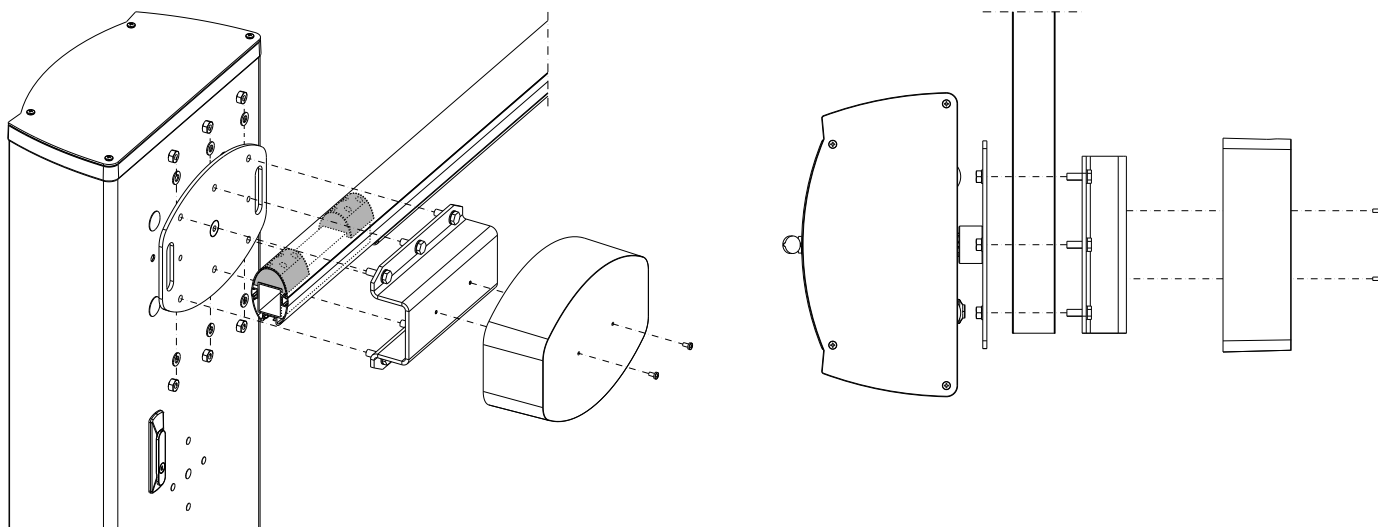

fig. 2
- 2\_ Montare lo spezzone sulla barriera dal lato attacco flangia (fig. A), fissandolo con le viti e i dadi in dotazione, allineandolo alla staffa ad omega come mostrato in fig. 2;
- 2\_ Fit the length onto the barrier on the flange connection side (fig. A0), fixing it with the screws and the nuts supplied, aligning it with the omega bracket as shown in fig. 2;
- 2\_ Montieren Sie das Teilstück von der Seite des Flansch-Anschlusses (Abb. A), befestigen Sie es mit den mitgelieferten Schrauben und Mutter und richten Sie den Omega-Bügel wie auf Abb. 2 gezeigt aus.
- 2\_ Monter le tronçon sur la barrière du côté du raccord bride (fig. A), en le fixant avec les vis et les écrous fournis, en alignant à la bride oméga comme sur la fig. 2;
- 2\_ Monte la sección en la barrera del lado de enganche brida (fig. A), fijándola con los tornillos y tuercas entregados de serie, alineándola con el soporte tipo omega, como muestra la fig. 2;
- 2\_ Montar a parte na cancela pelo lado encaixe flange (fig. A), fixando-a com os parafusos e porcas fornecidas e alinhando-a com o suporte, tal como ilustrado na fig. 2;